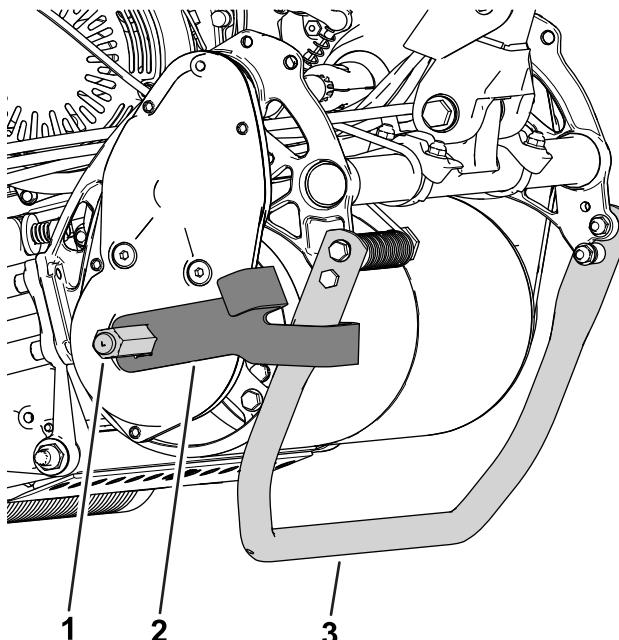

図 10
- **ドラムが高位置にセットされている場合** ブラケットの短い方の足をマシンに向けてシャフトに取り付ける図 10 に示すように。